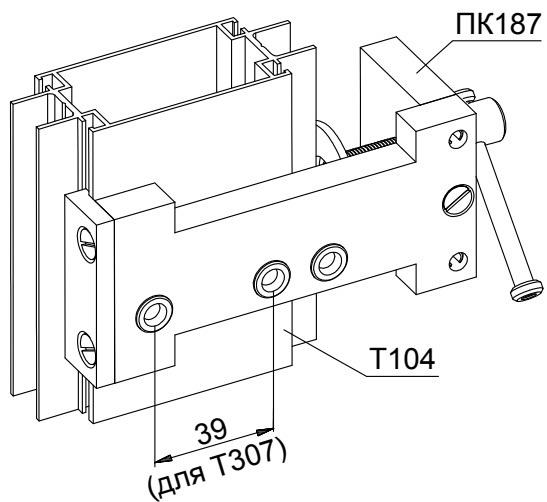

Рис. 13.3
13.6 Отверстия на стойках под ловители фиксатора рекомендуется сверлить с помощью кондуктора ПК187 (см. рис. 13.3, 13.4).